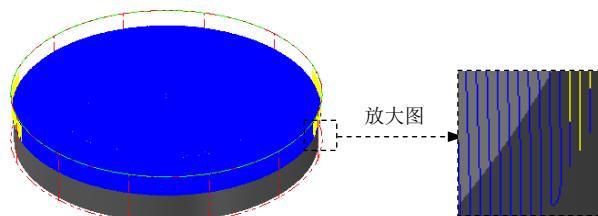

图 15.25 刀具路径
(1) 设置曲面参数。在“曲面精加工平行铣削”对话框中单击 选项卡，在 预留量 (此处翻译有误，应为“加工面预留量”) 文本框中输入值 0.5。
(2) 设置精加工平行铣削参数。在“曲面精加工平行铣削”对话框中单击 选项卡，然后在 文本框中输入值 1.0，在 文本框中输入值 45.0。
(3) 单击 按钮，在系统弹出的“刀具路径的间隙设置”对话框的 下拉列表中选择 选项；选中 复选框；然后在 文本框中输入值 5.0。单击 按钮，系统返回至“曲面精加工平行铣削”对话框。
Step7. 单击“曲面精加工平行铣削”对话框中的 按钮，同时在图形区生成图 15.25 所示的刀具路径。